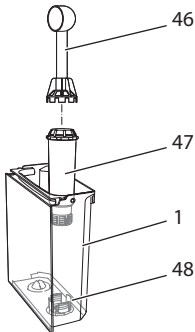

Fig. 25: Enroscar/desenroscar el filtro de agua
- Retire el filtro de agua cuando la máquina visualice el requerimiento (véase Fig. 25, página 184).